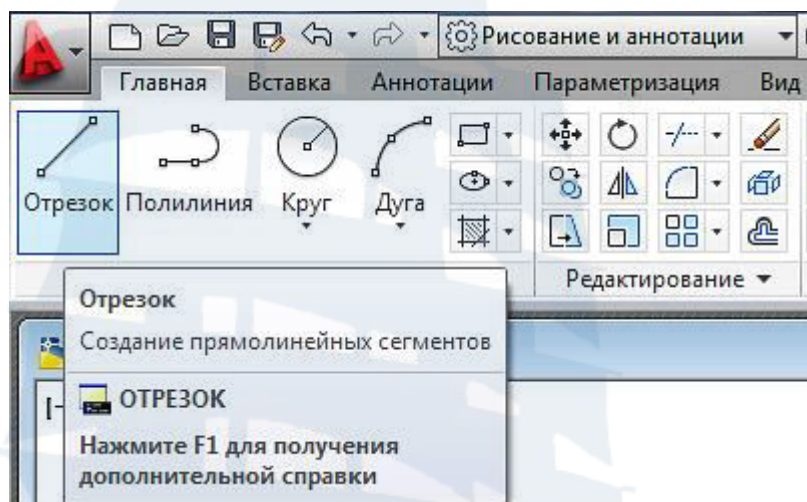

Рис. 53
- щелчком мыши по кнопке  **Отрезок** на панели инструментов **Рисование** на вкладке **Главная** (рис. 53);